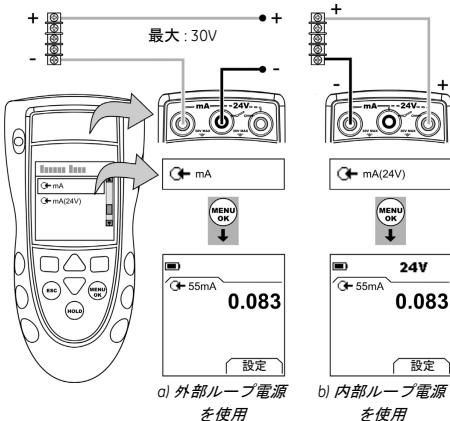

図5：構成例- mA 測定
1. 本計器を接続し(図 5)、必要に応じて セットアップ(表 1)を行います。